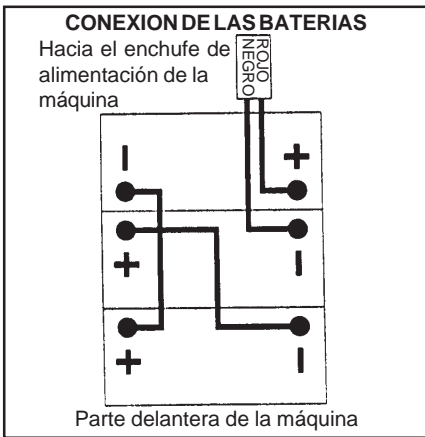

Figura 13A
6. Coloque las baterías en la cubeta como indicado en la figura 13A.
7. Conecte los cables que juntan las baterías entre ellas como indicado en el diagrama de la figura 13A.